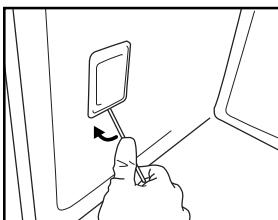

Fig.7
3. Använd en skravmejsel för att bända lampskyddet utåt tills du kan ta loss det (fig. 7).